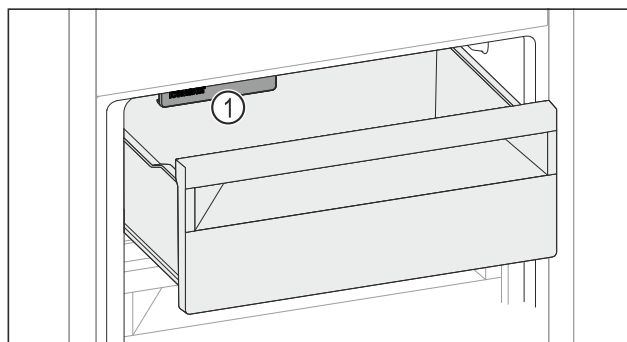

Fig. 142
- ▶ Prihliadajte na IceMaker Fig. 142 (1).